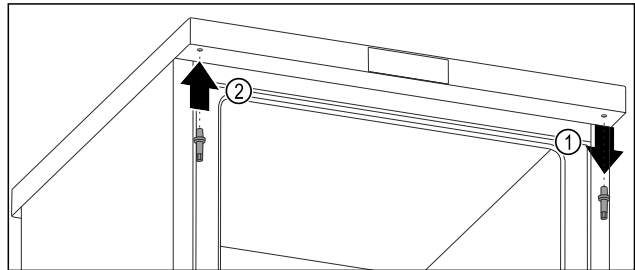

Fig. 12
- Lironi bulonat e sipërm me çelësin e jashtëm kriket. Fig. 12 (1)
- Shtërngoni fort bulonat e anës së kundërt me çelësin e jashtëm kriket. Fig. 12 (2)